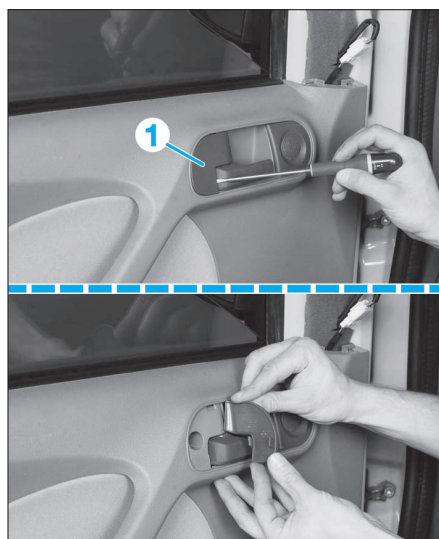

FIG. 59
- Décliper avec précaution l'enjoliveur (1) et (2) (Fig.59 et 60).